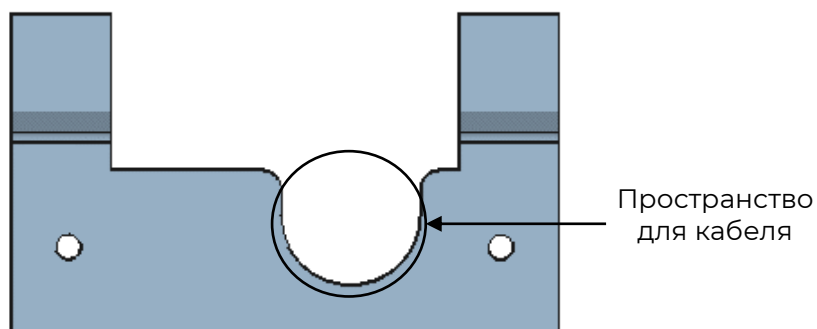

Рисунок 6 – Пространство для кабеля на монтажной пластине
- 5) Осуществите прокладку кабелей в соответствии с рекомендациями, изложенными в пункте 2.3.2. Кабель должен свободно размещаться в специально предназначенном для него пространстве монтажной пластины (см. рисунок 6).